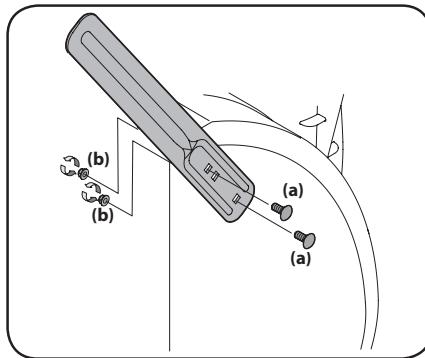

Figura 2-46
1. Retire los dos tornillos (a) y las tuercas de seguridad (b) que sujetan cada cortador de desplazamiento de nieve y retírelos de los lados de la caja de la barrena. Consulte Figura 2-46.
2. Gire los cortadores de desplazamiento de nieve y ubíquelos como se muestra en la Figura 2-46 hacia el exterior de la caja de la barrena.